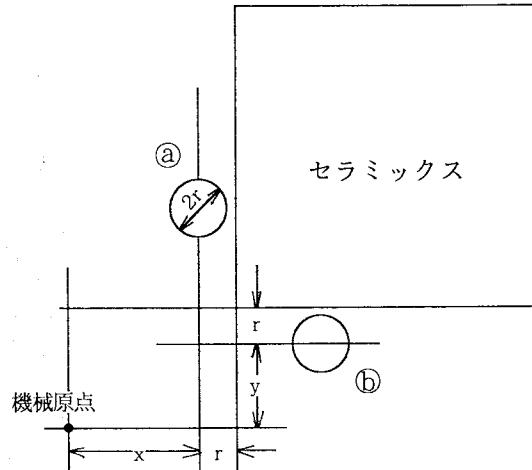

図2-12
- ⑨ テーブルをXY方向に移動させて図2-12のⓐとⓑにおのおの設定し、そのときの位置表示値をCRT上のX,Y値で読み取る(x,yとする)